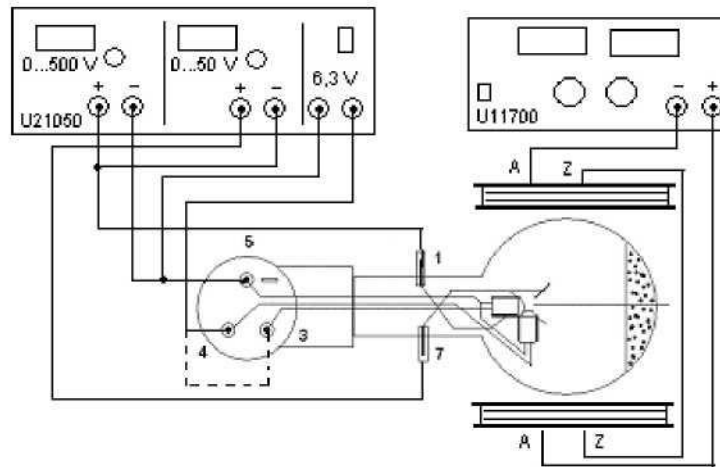

Fig. 2
- Beschaltung der Röhre gemäß Fig. 2 (jedoch ohne Spulen) vornehmen.
- Beschaltung der Röhre siehe Fig. 2 mit Heizung an Buchse (3).
- Beschaltung der Röhre siehe Fig. 2 mit Heizung an Buchse (4).